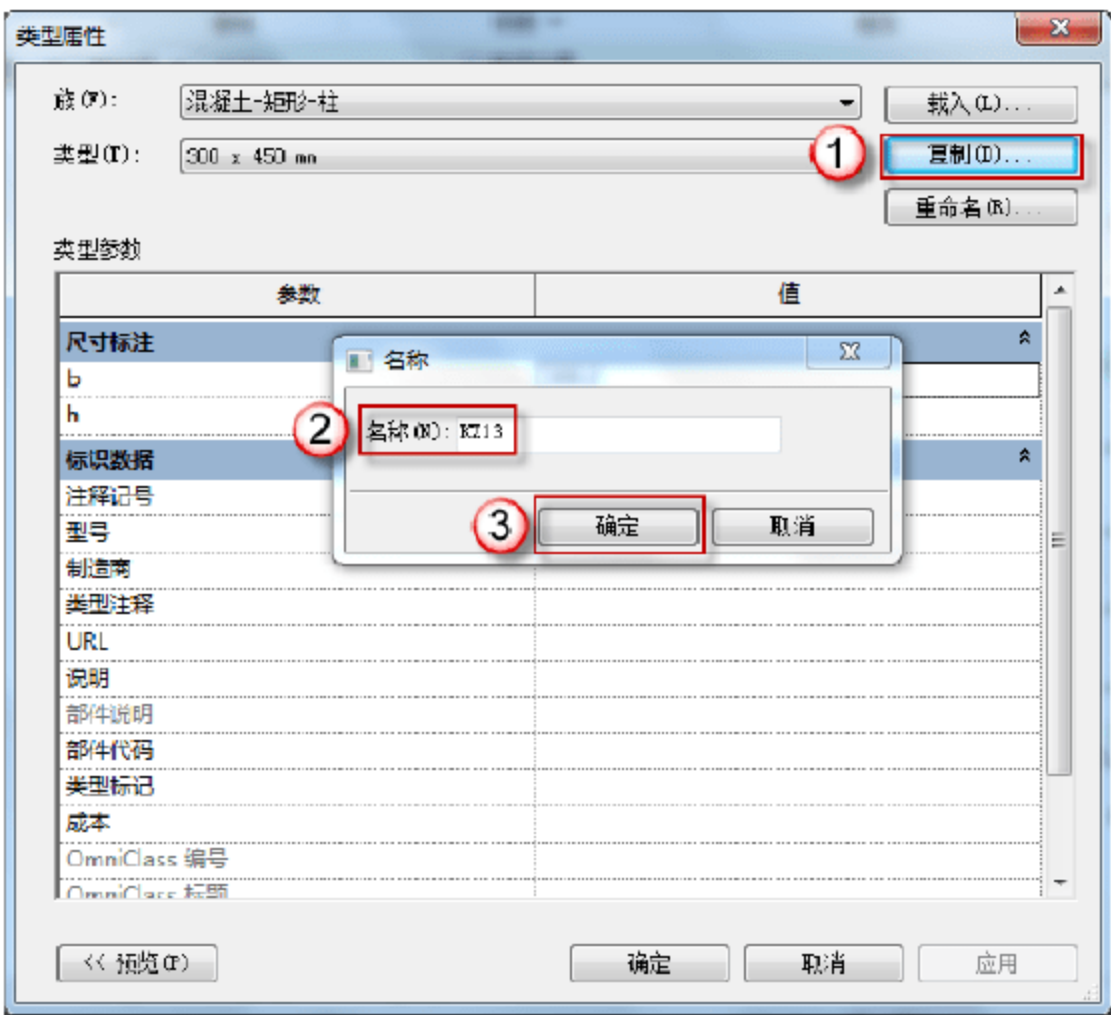
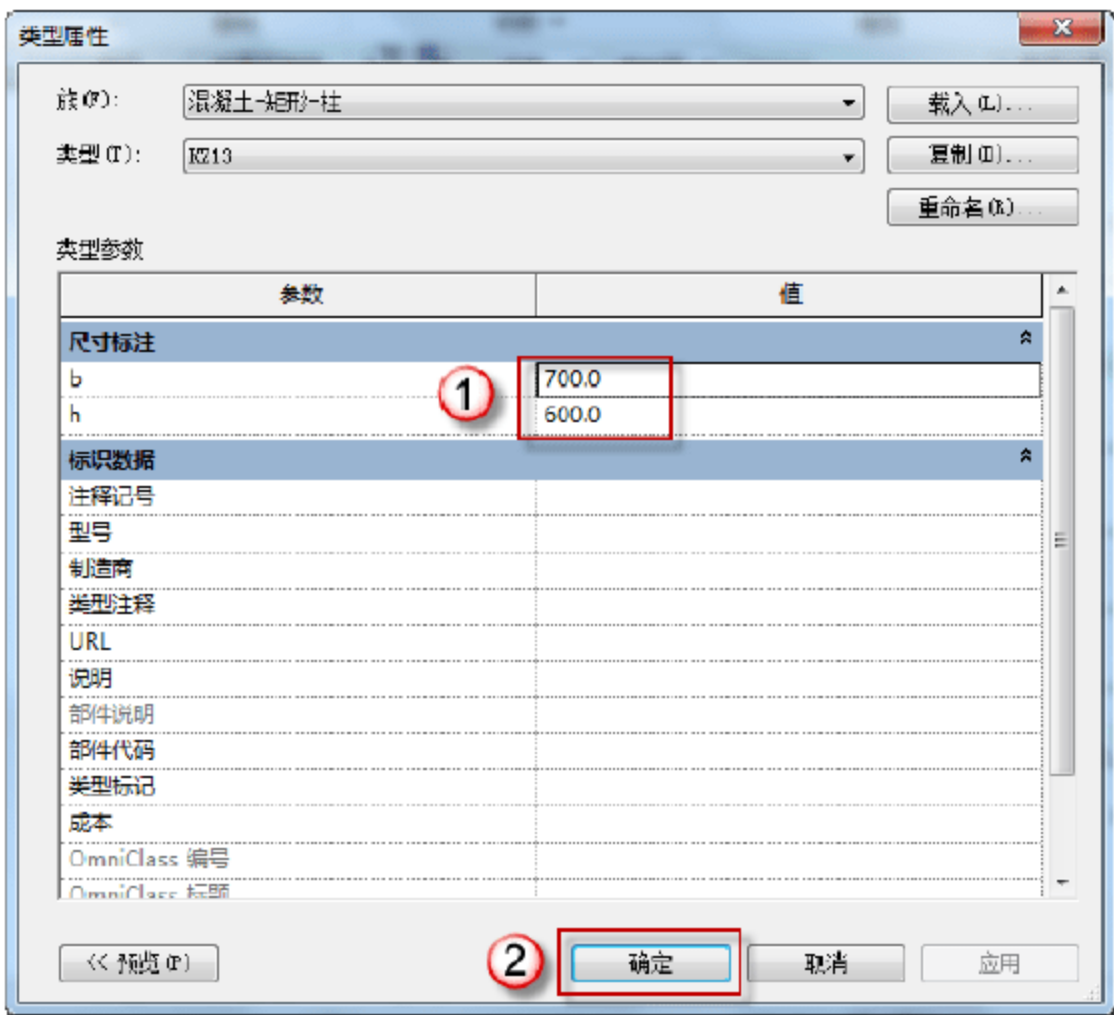

图 3.1.27 输入 KZ13 名称
图 3.1.28 输入 KZ13 截面尺寸
(15) 建立框架柱 KZ13 信息库。选择“结构”→“柱”→“编辑类型”命令，在弹出的“类型属性”对话框中，单击“复制”按钮，在弹出的对话框中输入 KZ13 字样，单击“确定”按钮。在“尺寸标注”栏中输入 b、h 的尺寸，单击“确定”按钮，如图 3.1.27 和图 3.1.28 所示。